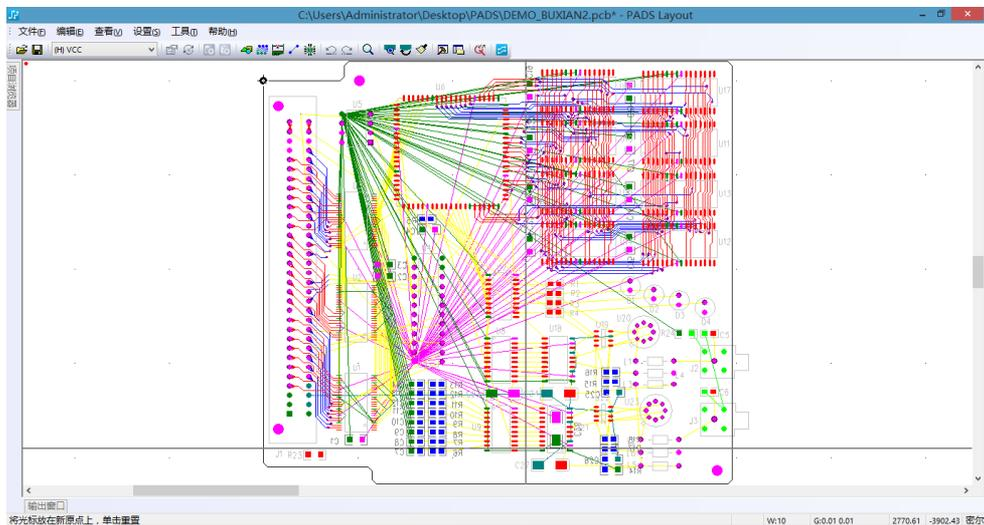

图 11-49 手工布好 64Pin 接口和存储电路模块
(1) 在 PADS 中完成布局之后, 将重要信号网络先布好, 绘制好平面分割层/CAM 平面层边框, 手工布好 64Pin 接口和存储电路模块如图 11-49 所示。